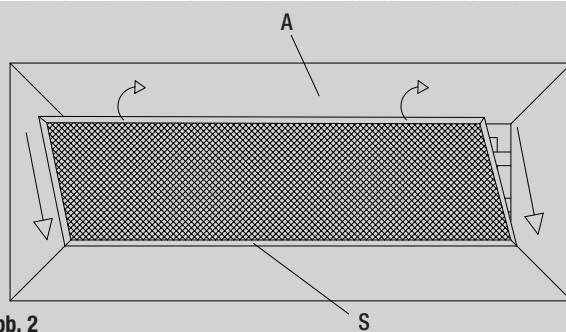

fig. 2 / Abb. 2
- Realizzati i collegamenti elettrici, montare lo schermo con telaio, facendolo inserire nella plafoniera prima da un lato (se presente, quello più lungo), e spingere l'altro all'interno della plafoniera facendo leva sul telaio dello schermo (**S**), in prossimità dei due angoli (**fig. 2**), previo aver collegato il cavo di messa a terra tra il telaio dello schermo e l'apparecchio (**A**); montare i kit diffusori prismati o alveolari, infilandoli dal centro della plafoniera e inserendo prima un lato lungo e poi forzando l'altro lato verso l'interno della plafoniera, successivamente farli scorrere lateralmente in battuta verso le testate; montare l'ottica inserendola nella plafoniera prima puntandola sul lato lungo e successivamente incastrandola a scatto sul lato apposto, facendo particolare attenzione all'utilizzo dei quanti in dotazione e alla cura nell'operazione, collegare il cavo di messa a terra tra l'ottica e l'apparecchio (**A**).
- Togliere lo schermo con telaio, utilizzando un cacciavite a taglio piccolo, facendo leva sul telaio dello schermo (**S**), in prossimità dei due angoli sul lato lungo (**fig. 2**). Scollegare il cavo di messa a terra tra il telaio dello schermo e l'apparecchio (**A**). Togliere i kit diffusori prismati o alveolari, forzandoli con le mani o mediante l'utilizzo di un cacciavite a taglio piccolo. Togliere l'ottica estraendola facendo particolare attenzione all'utilizzo dei quanti in dotazione e alla cura nell'operazione, scollegare il cavo di messa a terra tra l'ottica e l'apparecchio (**A**).
- Once the electrical connections have been completed, mount the framed shield, entering it into the ceiling lamp from one side first (if present, the longer side), and push the other one into the ceiling lamp making leverage on the frame of the shield (**S**), close to the two corners (**fig. 2**), subject to having connected the grounding wire between the frame of the shield and the fitting (**A**); mount the prismatic or cell like diffuser kits, inserting them from the centre of the ceiling lamp and inserting the long side first and then forcing the other side towards the inside of the ceiling lamp, subsequently make them slide laterally along the direct contact towards the head; mount the optics inserting them into the ceiling lamp laying them along the longer side and subsequently snapping them into place on the opposite side, paying particular attention to the use of the gloves provided and to the operation, connect the grounding wire between the optics and the fitting (**A**).